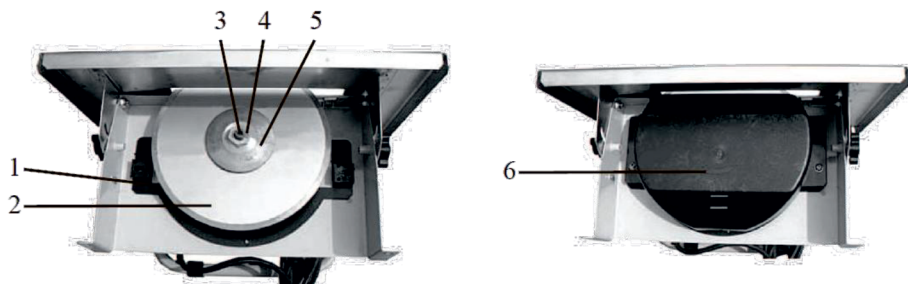
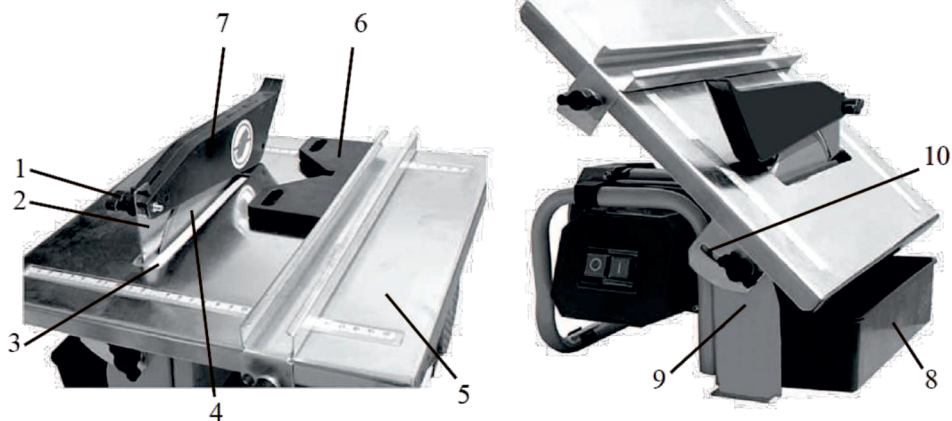

Рисунок 2 - Установка диска
Рисунок 3 - Подготовка к работе
- установите и закрепите вставку диска 1 (рисунок 2);
- зафиксируйте гаечным ключом шпindelь 3 (рисунок 2), а вторым ключом открутите гайку 4 и снимите фланец 5;
- установите отрезной диск 2 (рисунок 2), затем установите фланец 5, удерживая ключом шпindelь плиткореза 3 затяните гайку 3, проверьте фиксацию;
- после монтажа диска установите и закрепите нижний защитный кожух 6 (рисунок 2);
- как показано на рисунке 3 на рабочем столе 5 установите и закрепите двумя винтами 3 расклинивающий нож 2 (смотрите рисунок 3).
- между основанием 9 (рисунок 3) и защитным кожухом 6 (рисунок 2) установите поддон 8 (рисунок 3).
- в поддон 8 (рисунок 3) налейте воды для охлаждения отрезного диска.
Для изменения угла наклона плоскости используйте предназначенный для этого фиксатор 10 (рисунок 3).